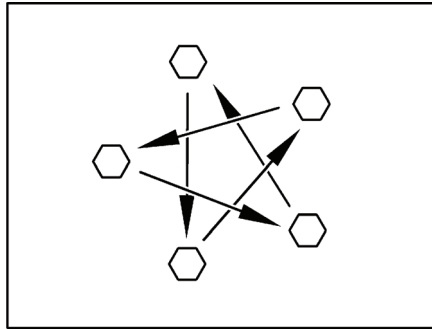

Bild 179 Radmuttern oder Radschrauben über Kreuz anziehen
- Radmuttern oder Radschrauben regelmäßig auf festen Sitz prüfen. Radmuttern oder Radschrauben eines ausgewechselten Rades nach 50 km über Kreuz nachziehen (Bild 179). Anzugsdrehmoment siehe Abschnitt 15.5.2.
- ▷ Radmuttern oder Radschrauben über Kreuz anziehen (Bild 179).